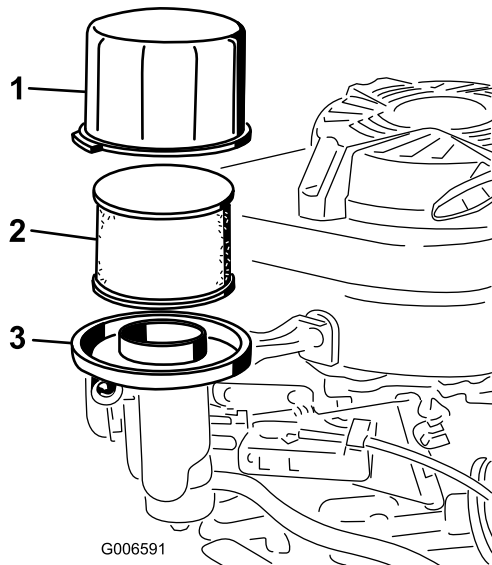

Figure 27
3. Déposez le couvercle et nettoyez-le soigneusement (Figure 27).
4. Retirez le préfiltre en mousse de l'élément en papier (Figure 27), et remplacez l'élément en papier s'il est très encrassé.